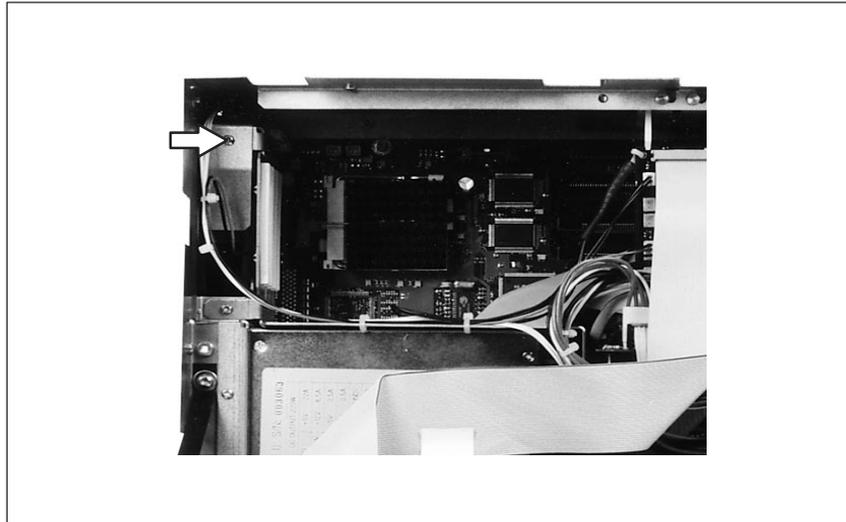

Bild 1-21 Ausbauen des Lüfters
- Zuerst entfernen Sie den Halterungswinkel. Dazu ist eine Schraube zu lösen (siehe Bild 1-21).